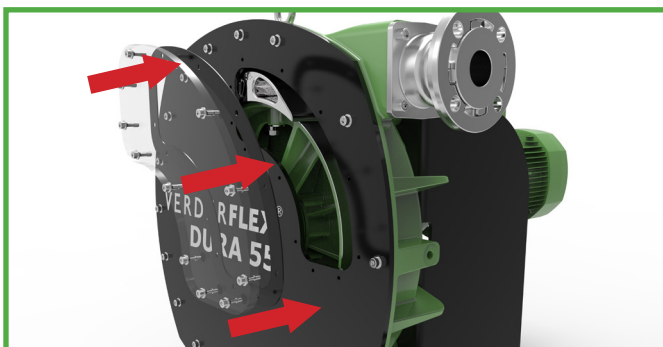

Abbildung 17. - Einbau des Inspektionsfensters
3. Befestigen Sie die Fenstereinheit mit den Schrauben und Dichtungen über die Vorderabdeckung, wie in Abbildung 17 zu sehen ist.